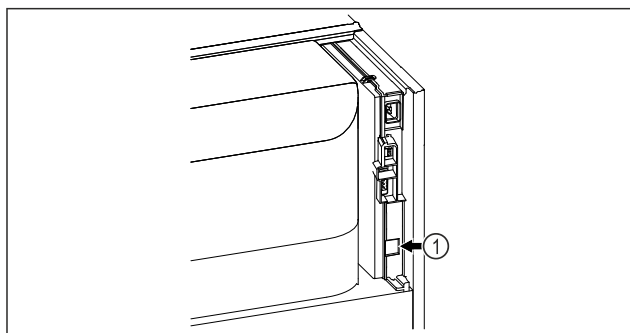

Fig. 125
- SmartModule Fig. 125 (1) установлен.